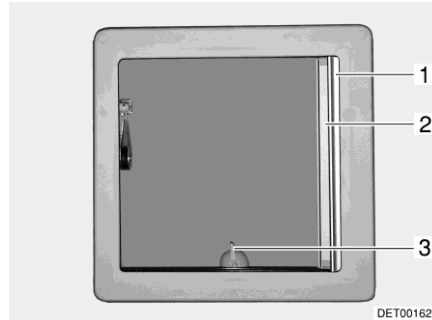
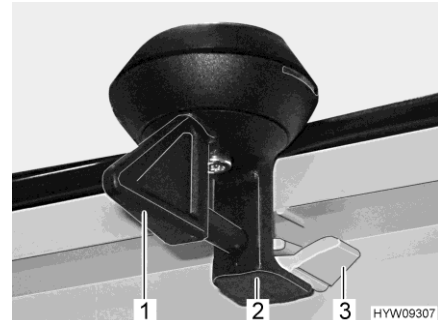

Bild 48 Kipp-Dachhaube
Bild 49 Verriegelung (Kipp-Dachhaube)
- Den Hebel (Bild 48,3 bzw. Bild 49,1) eine viertel Umdrehung drehen.
- Den Hebel eine viertel Umdrehung drehen. Die Verriegelung (Bild 49,2) muss in die untere Raste (Bild 49,3) gleiten.
- Faltverdunklung (Bild 48,1) ausziehen und an gewünschter Position loslassen. Die Faltverdunklung bleibt in dieser Position stehen.
Schließen: ■ Insektenschutzrollo (Bild 48,2) ausziehen, bis es an der Verriegelung an der gegenüberliegenden Seite einrastet.